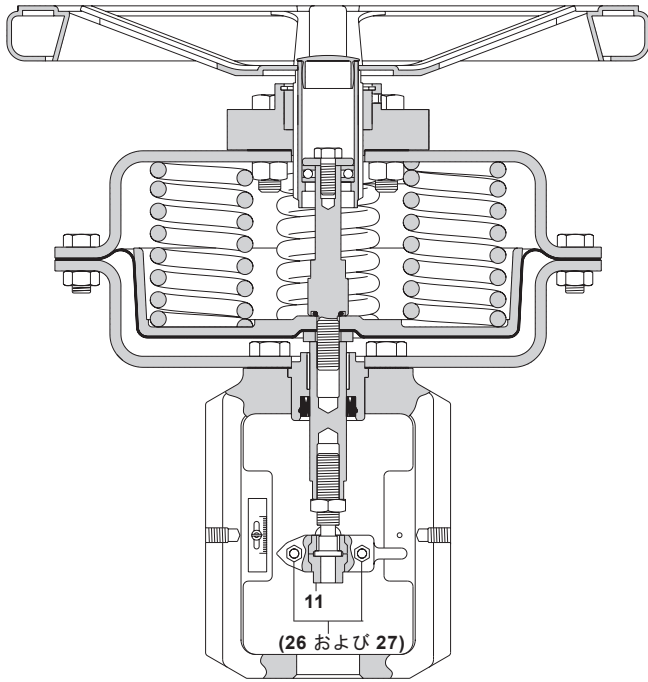

図. 10
- 六角穴付きネジとナット（26 と 27、図 10 参照）を緩めて外し、バルブアダプター（11）を取り外します。